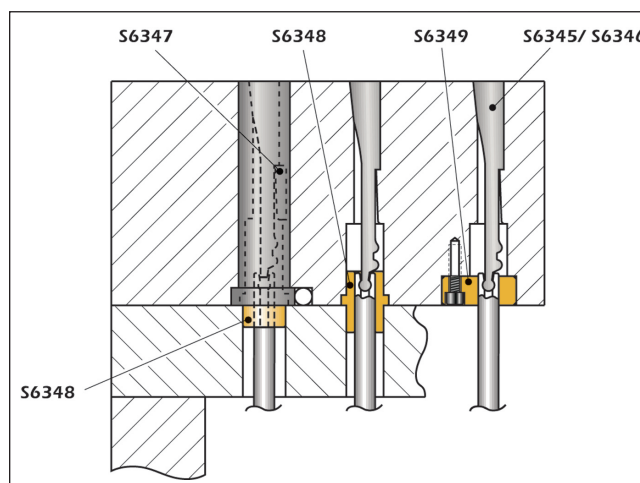

Bild 2: Einbaumöglichkeiten
- c) Als dritte Möglichkeit können die Auswerfer mit der Führungsplatte S6349 zentriert werden. Ansonsten wie unter Punkt b) beschrieben (Bild 2).